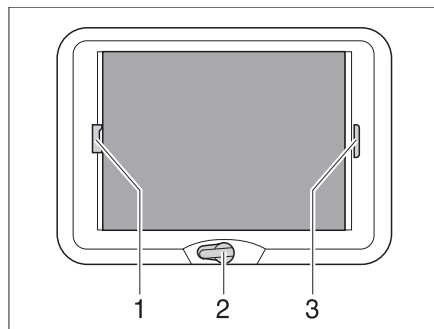

Bild 92 Kurbelhub-Dachhaube
Öffnen: ■ Die Handkurbel (Bild 92,2) drehen, bis Widerstand spürbar ist (max. Öffnungswinkel 70°).
Schließen: ■ Die Faltverdunklung am Griff (Bild 92,3) ziehen und an der gewünschten Position loslassen. Die Faltverdunklung bleibt in dieser Position stehen.
- Den Insektenschutz am Griff (Bild 92,1) zum gegenüberliegenden Griff der faltverdarkung (Bild 92,3) ziehen und einrasten lassen.
- Den Griff des Insektenschutzes (Bild 92,1) hinten nach oben drücken und den Insektenschutz an der faltverdarkung (Bild 92,3) aushängen.